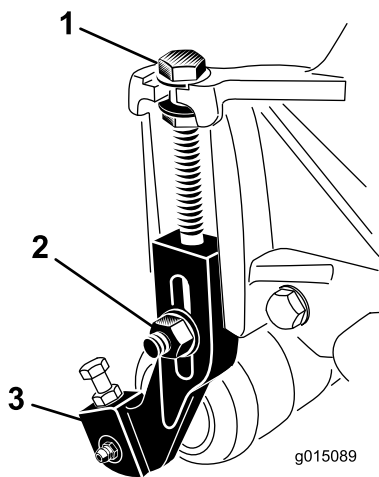

Figure 17
1. Desserrez les contre-écrous qui fixent les supports de hauteur de coupe aux plaques latérales de l'unité de coupe (Figure 17).